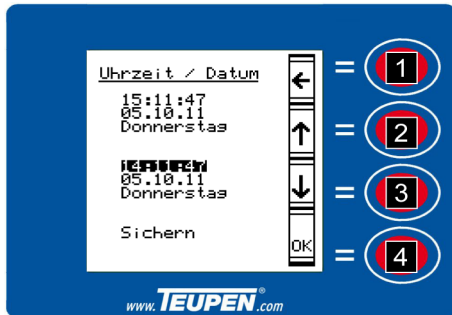

Fig. 69: Réglage heure
1. ➤ Sélectionner le réglage souhaité avec les *[touches de fonction]* (Voir la Fig. 69/2 et 3).
2. ➤ Confirmer le réglage sélectionné avec la *[touche de fonction]* (Voir la Fig. 69/4).
3. ➤ Augmenter la valeur du réglage souhaité avec la *[touche de fonction]* (Voir la Fig. 69/2).
Sélectionner la valeur du réglage souhaité avec la *[touche de fonction]* (Voir la Fig. 69/3).
4. ➤ Confirmer la valeur avec la *[touche de fonction]* (Voir la Fig. 69/4).